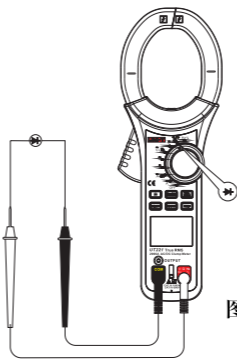

图 7
#### (5) 二极管测试 (二极管符号) (见图7)
### 5.二极管测量 (二极管符号) (见图7)